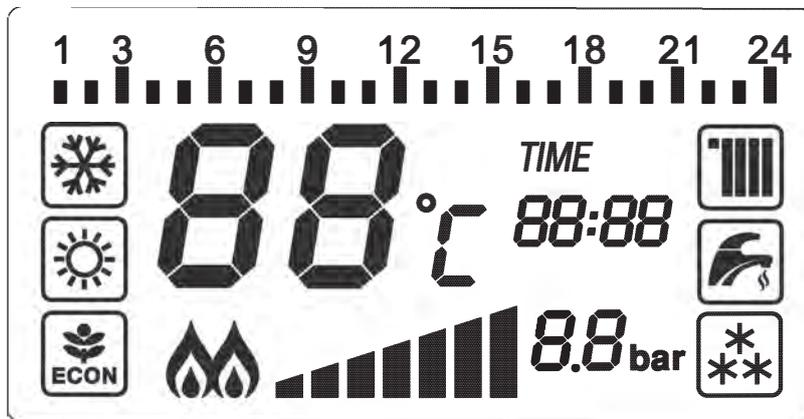

Abbildung 5.2
11. Eine Anzeige-Schnittstelle der Serie (Abb. 5.2 Tabelle 5.2)